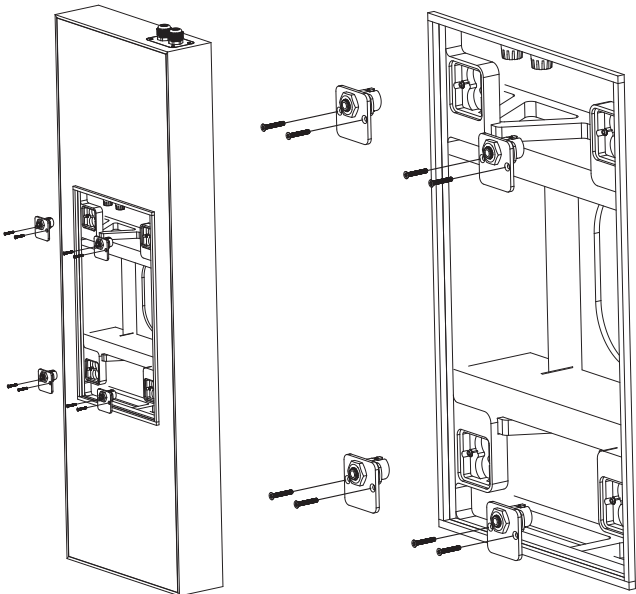

Fig. 2b Riorientare le quattro staffe se il BACK CAN è installato con l'ingresso del cavo in alto
6. Nota: se si installa la lattina posteriore con l'ingresso del cavo in alto, le quattro piccole staffe che accettano le viti di montaggio dell'altoparlante devono essere ruotate di 180 gradi. Allentare le 2 piccole viti e riorientare ciascuna staffa piccola come mostrato (Fig. 2b).